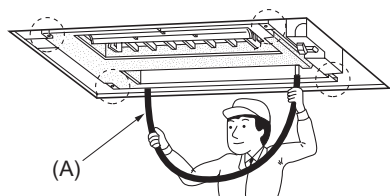

Fig. 3-8
- Vérifiez que les 4 coins sont tous de niveau à l'aide d'un niveau à bulle ou d'un tube en plastique transparent contenant de l'eau. (Fig. 3-8)